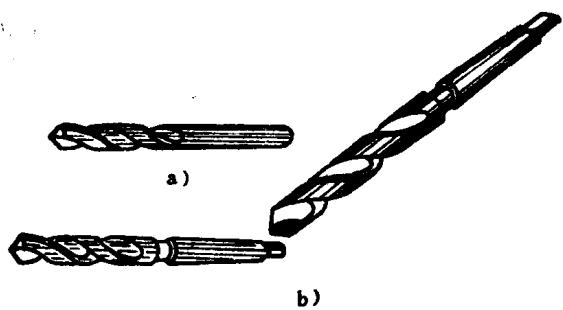
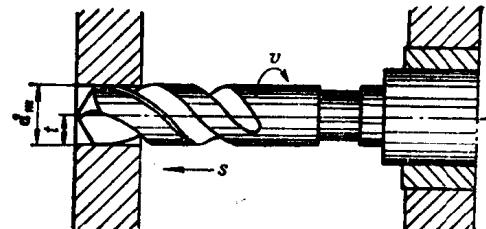

图1-9 麻花钻头
图1-10 钻头的钻削加工
1) 钻头 钻孔时最常用的钻头是麻花钻，它有直柄与锥柄之分，见图1-9。钻头是通过变径套安装在镗杆主轴的锥孔内的。当启动镗杆旋转时，钻头作进给运动即可在实心材料上钻出孔，见图1-10所示。